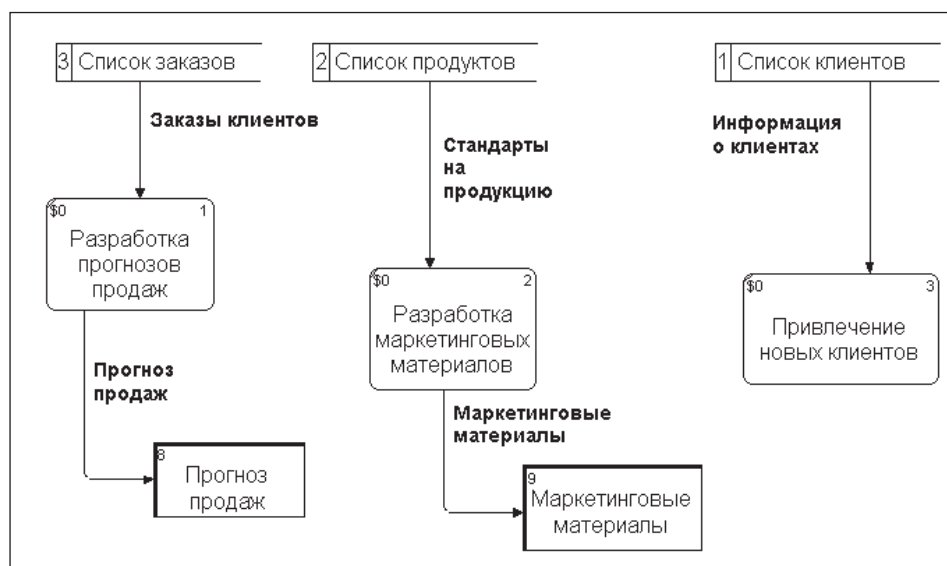

Рис. 16.1. Диаграмма A23
4. Свяжите объекты диаграммы DFD стрелками, как показано на рис. 16.1.